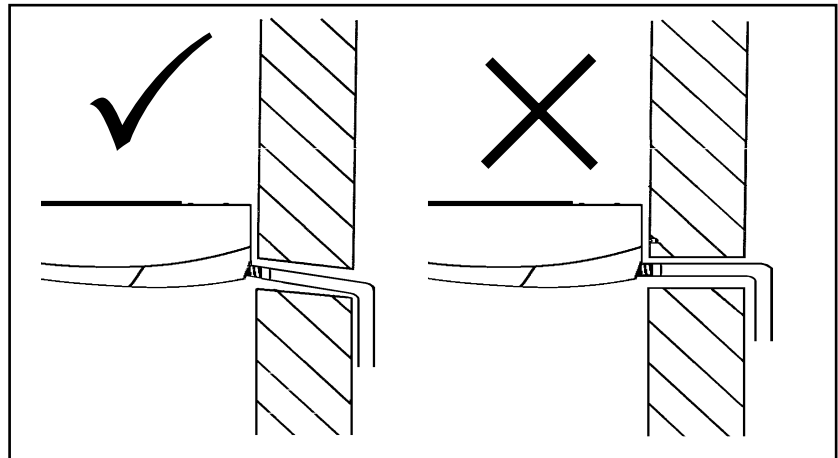

Figura 28 - Inclinação drenagem
- a) Assegure-se que a unidade esteja nivelada, com **uma pequena inclinação para o lado da drenagem** - aproximadamente 2° (figura 28).